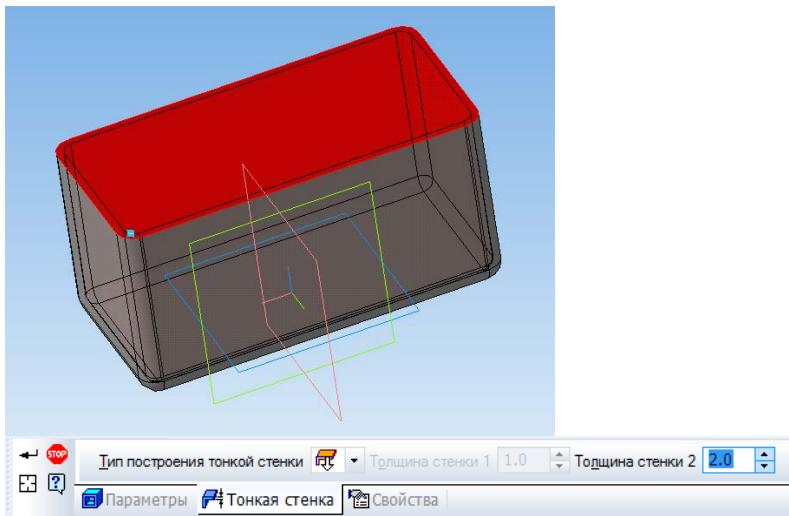

Рис. 2.7. Операция выполнения оболочки
5. Необходимо выполнить оболочку из данной детали толщиной 2 мм. Для этого кликнуть левой кнопкой на верхней грани и нажав кнопку ***Оболочка*** задать толщину тонкой стенки (рис. 2.7).